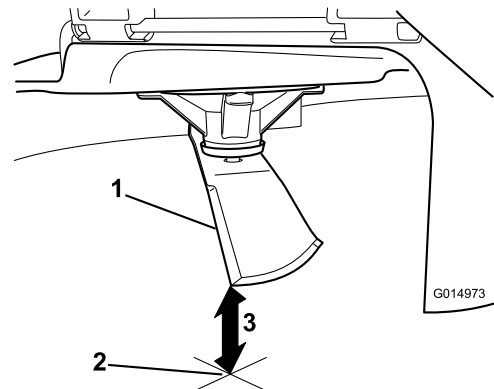

Figure 89
5. Mesurez la distance entre la pointe de la lame et la surface plane (Figure 89).